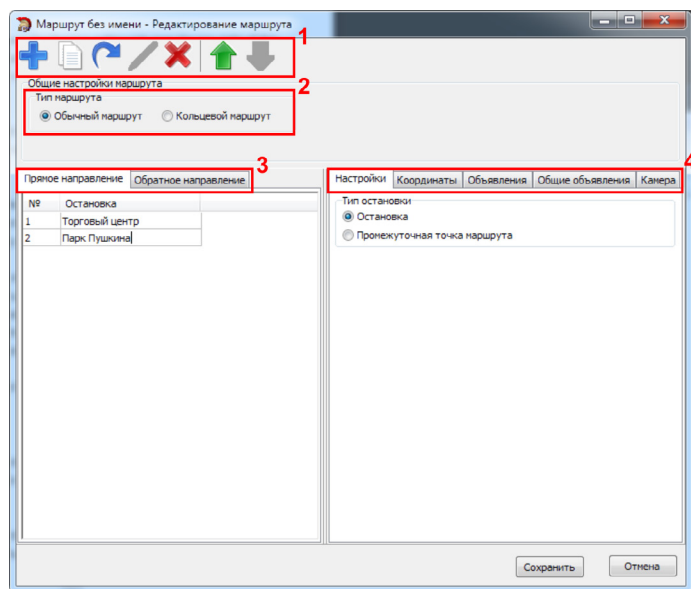

Рис.56. Редактор маршрута.
4. Для редактирования точек маршрута следует выделить нужный маршрут в списке и выбрать команду *Главное меню/Редактировать* или нажать кнопку «Редактировать выделенный маршрут» на панели инструментов. Откроется меню «Редактирование маршрута» (Рис.56).
5. В меню «Редактирование маршрута» добавить новую остановку можно, нажав кнопку «Добавить остановку» на панели инструментов (Рис.56, п.1). Остановка может быть создана из копии существующей. Для этого следует выделить нужную остановку и нажать кнопку «Копировать остановку». Все настройки выбранной остановки будут скопированы в новую. Данная функция удобна, когда необходимо добавить в список несколько остановок с аналогичными свойствами. Для удаления остановки следует выделить остановку и нажать кнопку «Удалить остановку» на панели инструментов. Кнопки «Вверх» и «Вниз» позволяют изменить порядок прохождения остановок.
6. **Тип маршрута:** обычная или кольцевая (Рис.56, п.2). Отличие обычного маршрута от кольцевого в том, что для кольцевого маршрута последняя остановка не дублируется.
7. Направление маршрута: прямое направление или обратное направление (Рис.56, п.3). В маршрут достаточно добавить остановки одного направления, обратный маршрут может быть создан из уже созданного при помощи кнопок «Копировать прямое направление в обратное» и «Копировать обратное направление в прямое». При создании обратного маршрута порядок остановок меняется на обратный. Также оба направления могут быть созданы вручную.
8. После добавления остановки следует настроить ее свойства. Настройки остановок расположены на отдельных вкладках (Рис.56, п.4).